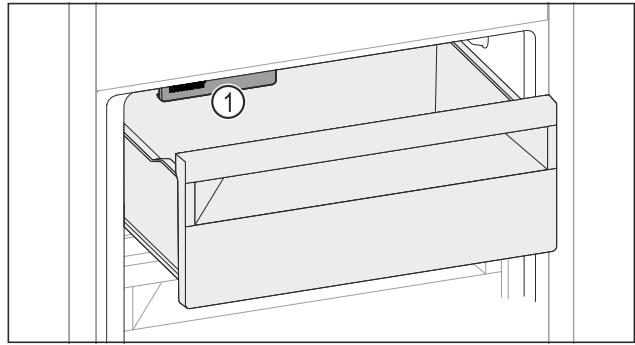

Fig. 227
- Tenez compte de l'IceMaker Fig. 227 (1).